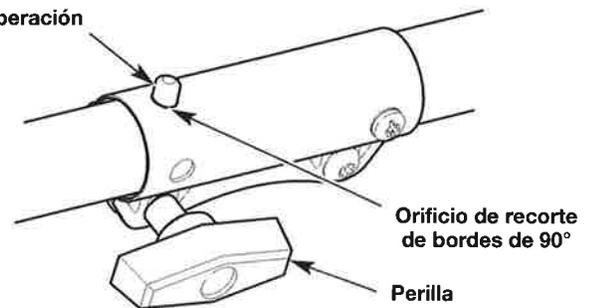

Fig. 20
1. Gire la perilla en el sentido contrario a las agujas del reloj para aflojar el acoplador (Fig. 20).
2. Oprima y mantenga apretado el botón de liberación (Fig. 20).
3. Rote el accesorio hasta que el botón de liberación entre a presión firmemente dentro del orificio de rebordes de 90° (Fig. 20).
4. Gire la perilla en el sentido de las agujas del reloj para apretar el acoplador (Fig. 20).